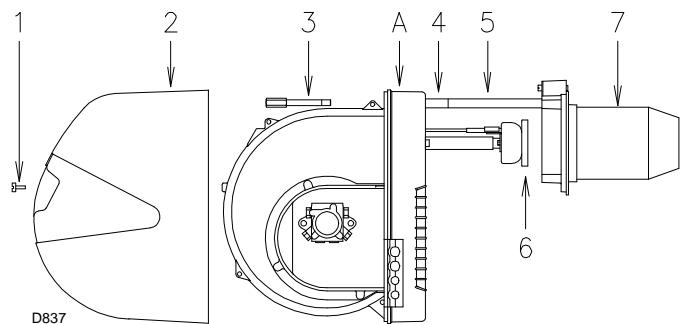

Fig. 30
- Quitar el tornillo 1)(Fig. 30) y extraer la envolvente 2).